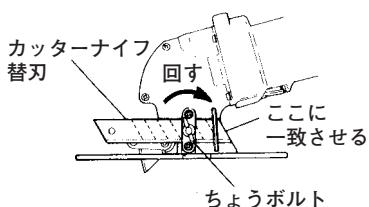

図 27
- (1) ちゅうボルトをゆるめ、凹部にカッターナイフ替刃をさし込みます。
- (2) カッターナイフ替刃の先端を図 27 のようにギヤカバーの端面と一致させます。
- (3) ちゅうボルトを、パチンと音がするまで回します。(図 27)
- (4) ちゅうボルトを少しうるめ、カッターナイフ替刃および切刃をとります。
- (5) ちゅうボルトを1~2回転右に回します。そのままにしておきますと、切断中にちゅうボルトがゆるみ、紛失するもととなります。